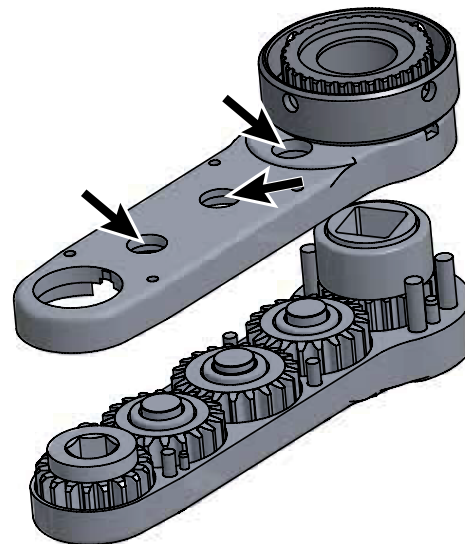

Abb. 12: Flachabtrieb öffnen
3. Den Flachabtrieb auf einer dicken, weichen Oberfläche (Tuch, Schaumstoff) ablegen und das Gehäuse abnehmen. Gegebenenfalls mit einem Hammer und einem Splintentreiber vorsichtig auf nach außen geführte Achsen schlagen (siehe Abb. 12 | Pfeile).